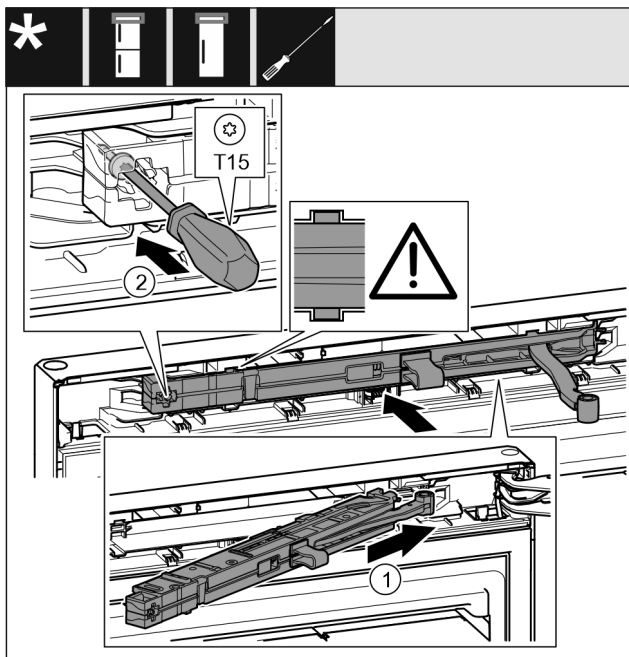

Fig. 51
- ▶ Jednotku tlumiče zavírání Fig. 51 (1) na straně stojanu ložiska zasuňte až na doraz šikmo do vybrání.
- ▶ Šroubovákem šroub Fig. 51 (2) pevně utáhněte.